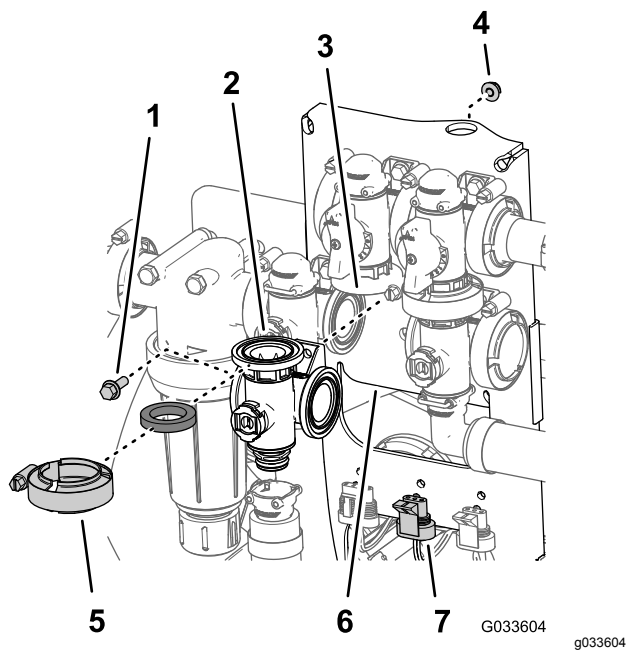

Figure 112
1. Alignez la bride du collecteur de la vanne d'agitation, un joint et la bride de la vanne de dérivation d'agitation (Figure 112).
9. Montez la vanne d'agitation sur le support à l'aide du boulon à embase et du contre-écrou (Figure 112) que vous avez retirés à l'opération 3 de Dépose de la soupape du collecteur d'agitation \(page 76\), et serrez l'écrou et le boulon à un couple de 10 à 12 N·m.